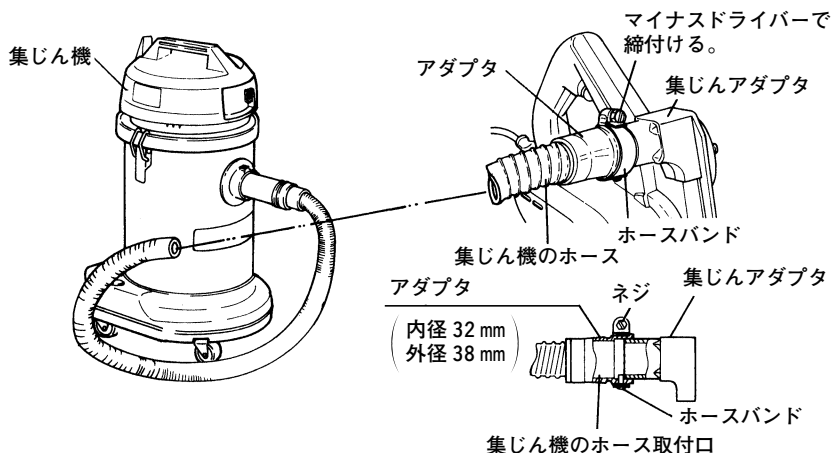

図 25
- (1) 集じんアダプタにアダプタを差し込みます。図25に示すようにアダプタの外周にホースバンドを取付け、ネジをマイナスドライバーで締付けます。
- (2) 集じん機のホース取付口のサイズに合わせ、アダプタの内側または外側に